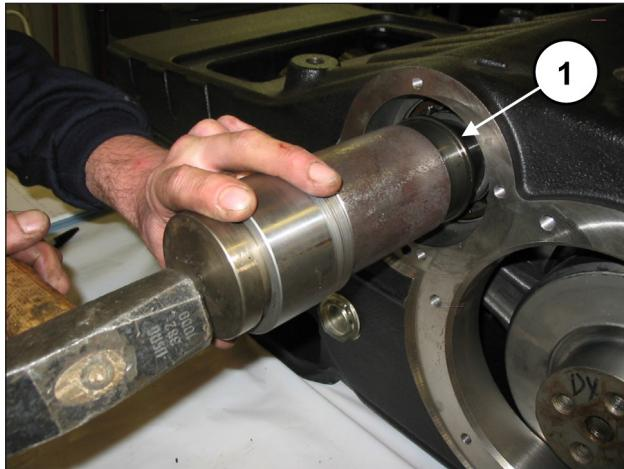
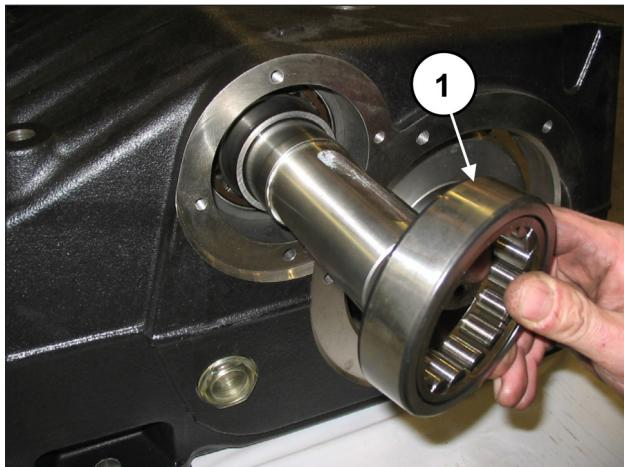

Рис. 61
Рис. 62
Вставьте внутреннее кольцо (поз. ①, Рис. 61) и внешнее кольцо (поз. ①, Рис. 62) подшипника лишь с одной стороны насоса.
Вставьте внутреннее (поз. ①, Рис. 61) и внешнее (поз. ①, Рис. 62) кольцо последнего подшипника.